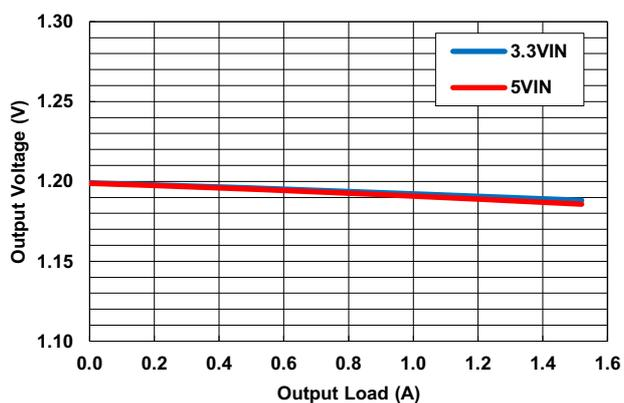

図 16. V_{OUT} のレギュレーション vs 負荷、 $V_{OUT2} = 1.2V$
- 量産時にはテストされません。評価基板を使用して特性評価されます。ロードレギュレーションの図 (図 16 ~ 19) を参照してください。 $+105^\circ C$ の T_A は、最悪に近い動作点を意味します。